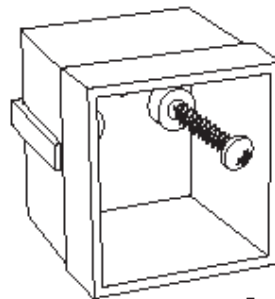

Fig. 2
- Con una vite fissare la scatola alla staffa. Svolgere la stecca e girare la seconda vite (vedere fig.2).